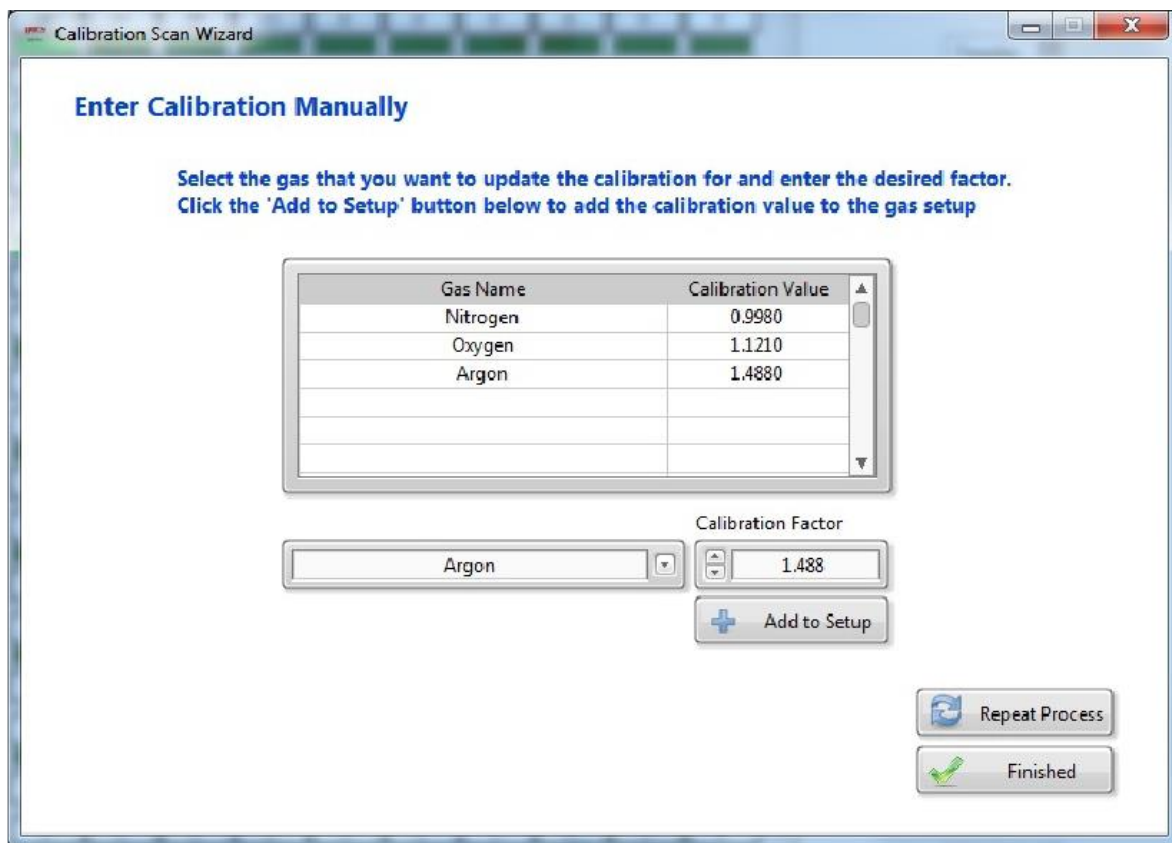

Fig. 27. Calibración Manual.
8. Si en lugar de escoger la opción **Scan for calibration** se opta por la opción **Manually Set Calibration**, aparecerá el asistente para introducir una calibración manualmente (Fig. 27). Bajo estas circunstancias la calibración seguirá un procedimiento similar al descrito en la sección 3.3.2. Se deberá seleccionar el gas que se desea calibrar, ingresar un factor de calibración y seleccionar **Add Setup**. Una vez que se han ingresado todos los gases que se desea calibrar dar clic en **Finished**.